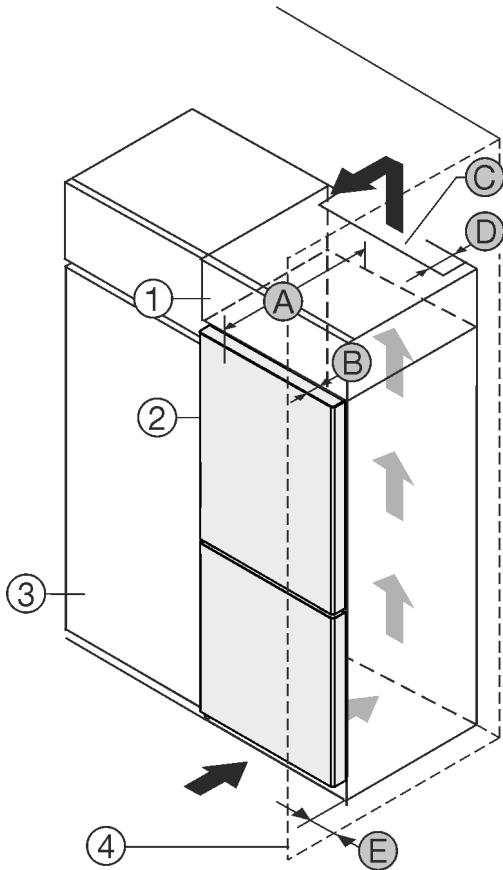

Fig. 1
Ju mund ta instaloni pajisjen direkt ngjitur me dollapin e kuzhinës Fig. 1 (3).\*
Në faqen e pasme të dollapit së montimit duhet të ketë një hapësirë ajrimi me thellësi Fig. 1 (D) në të gjithë gjerësinë e dollapit të montimit.\*
Nën mbulesën e hapësirës duhet respektuar seksioni tërthor i qarkullimit të ajrit Fig. 1 (C).\*
Nëse instaloni pajisjen me mentesha pranë një muri Fig. 1 (4), atëherë duhet që distanca midis pajisjes dhe murit të jetë të paktën 13 mm.\*
Nëse instaloni pajisjen me mentesha pranë një muri Fig. 1 (4), atëherë duhet që distanca midis pajisjes dhe murit të jetë të paktën 20 mm.\*
Në mënyrë që dera të mund të hapet plotësisht, duhet që pajisja të dalë jashtë përpara kanatit të dollapit të kuzhinës sa thellësia e derës Fig. 1 (B). Në varësi nga thellësia e dollapëve të kuzhinës Fig. 1 (3) dhe përdorimi i ruajtësve të distancës nga muri, pajisja mund të dalë më shumë përpara dollapit.\*